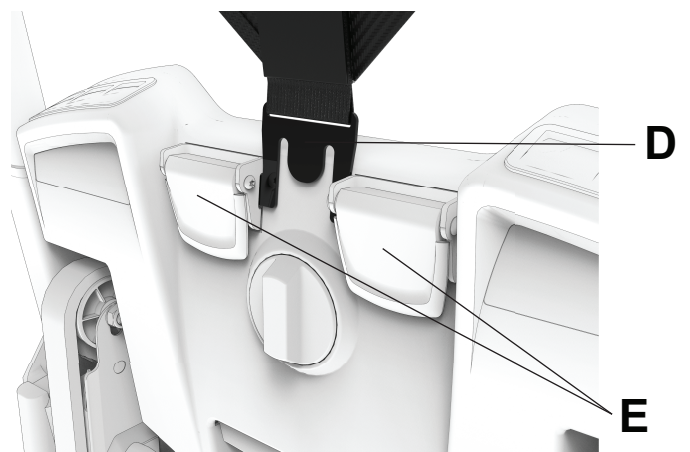

Figura 32 – Insira o gancho
4. Empurre o clipe de plástico (D) na parte inferior do suporte de cabeça entre os dois suportes de came pretos PCS (E) na parte de trás da cadeira (Figura 32).